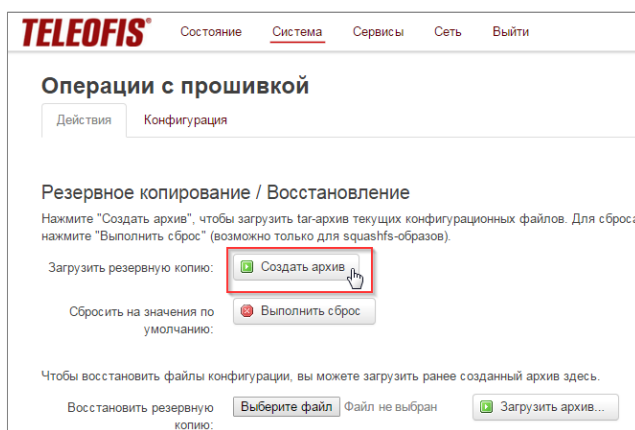

Рис. 52. Создание резервной копии конфигурации.
- Для сохранения текущих настроек создайте резервную копию конфигурации. В меню **Система -> Резервная копия/Прошивка** нажмите **Создать архив** (Рис. 52). Система создаст и загрузит на ваш компьютер tar-архив текущей конфигурации с расширением *****.tar.gz**